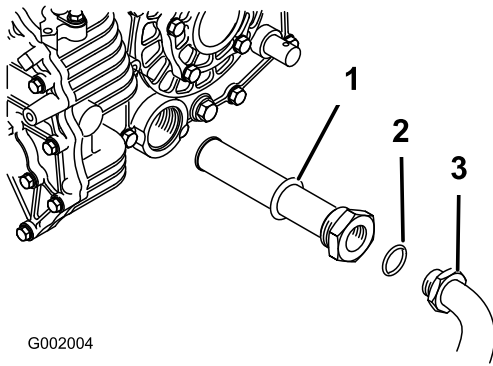

Figure 65
- Déposez le flexible hydraulique et le raccord à 90° (Figure 65).